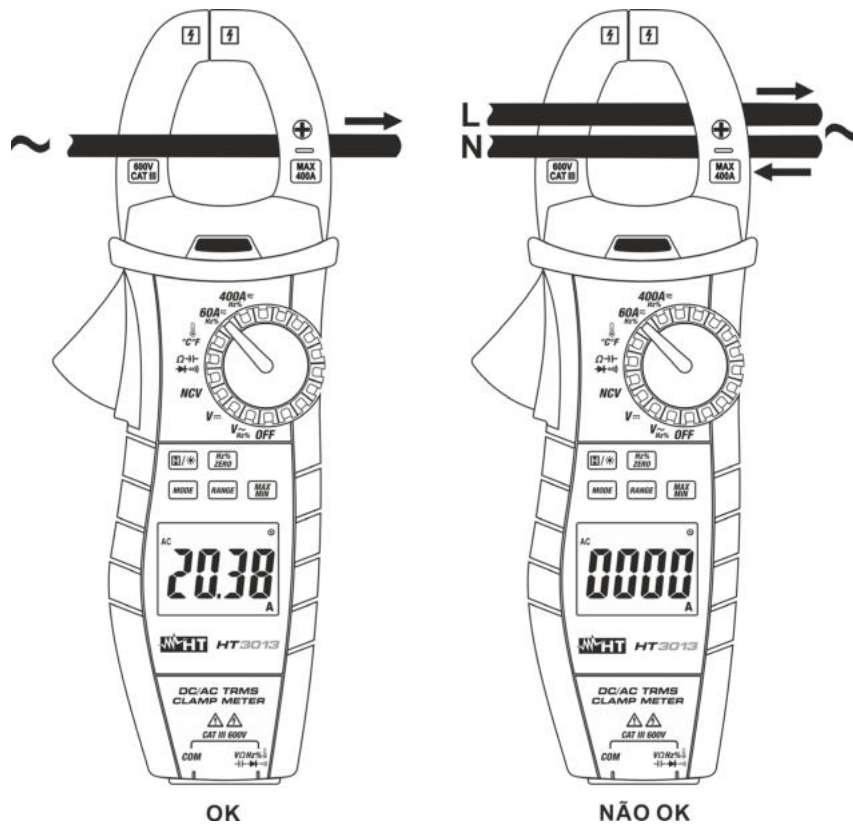

Fig. 11: Utilização da pinça na Medição de Correntes CA e CC
6. **No modo CC** a visualização do símbolo “-” indica que o instrumento está inserido no sentido contrário ao da corrente (ver Fig. 11). Siga a indicação direcional das polaridades presente no instrumento (ver Fig. 1 - parte 13)